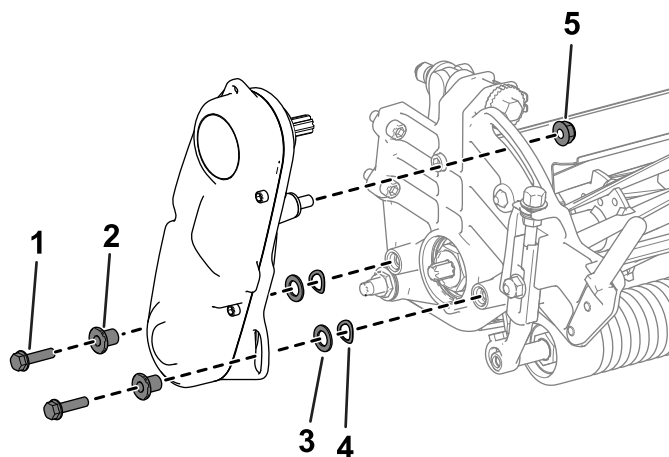

Figura 40
2. Îndepărtați elementele care fixează ansamblul de acționare a cilindrului pe placa laterală (Figura 40).
3. Îndepărtați ansamblul de acționare a cilindrului, aibe plate, aibe grower și distanțierele de pe placa laterală (Figura 40).